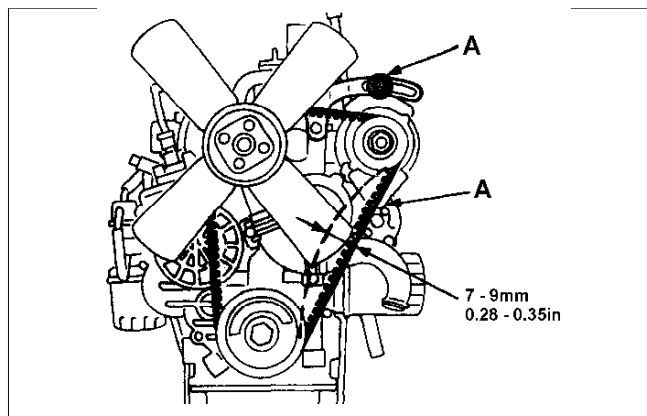

Fig.42
- (a) Soltar los dos pernos (A Fig 42) que sujetan el alternador y ajustar éste hasta que la tensión sea correcta.